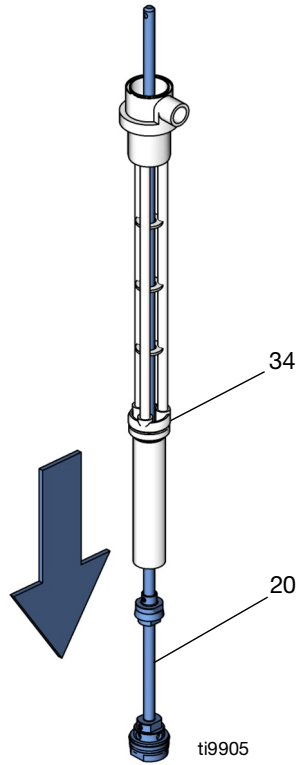

FIG. 19
8. Estrarre l'albero di trasferimento (20) dal fondo del corpo della pompa (34). Vedere FIG. 19.